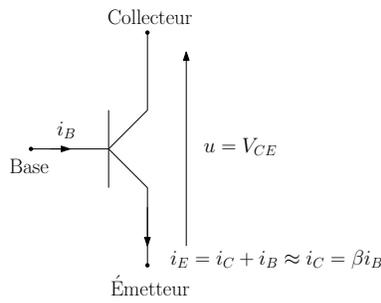

FIGURE 3
- ✗ Un transistor bipolaire (NPN) est un composant à trois bornes (figure 3).